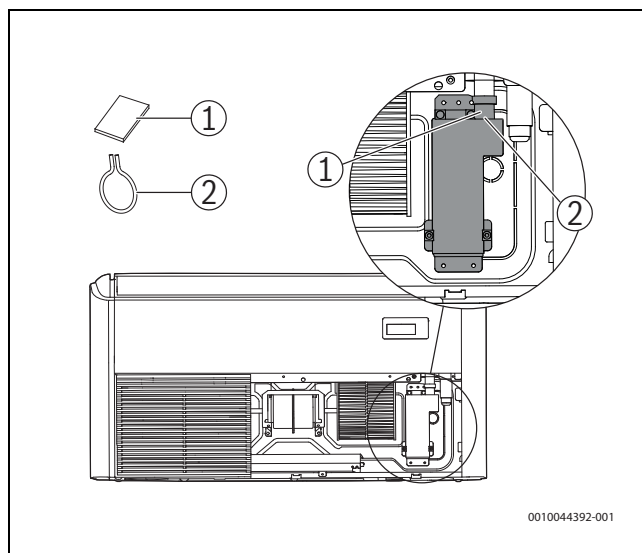

fig. 79
- ▶ Hiqeni shkumën (→ fig. 79 [1]) nga dalja e shkarkuesit të kondensatit, pastaj çmontoni qaforen me sustë (→ fig. 79 [2]).